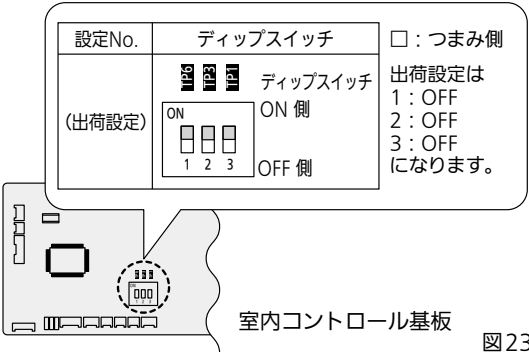

図23
- 電装ボックスのふたを開き、室内コントロール基板を確認してください。(図23)